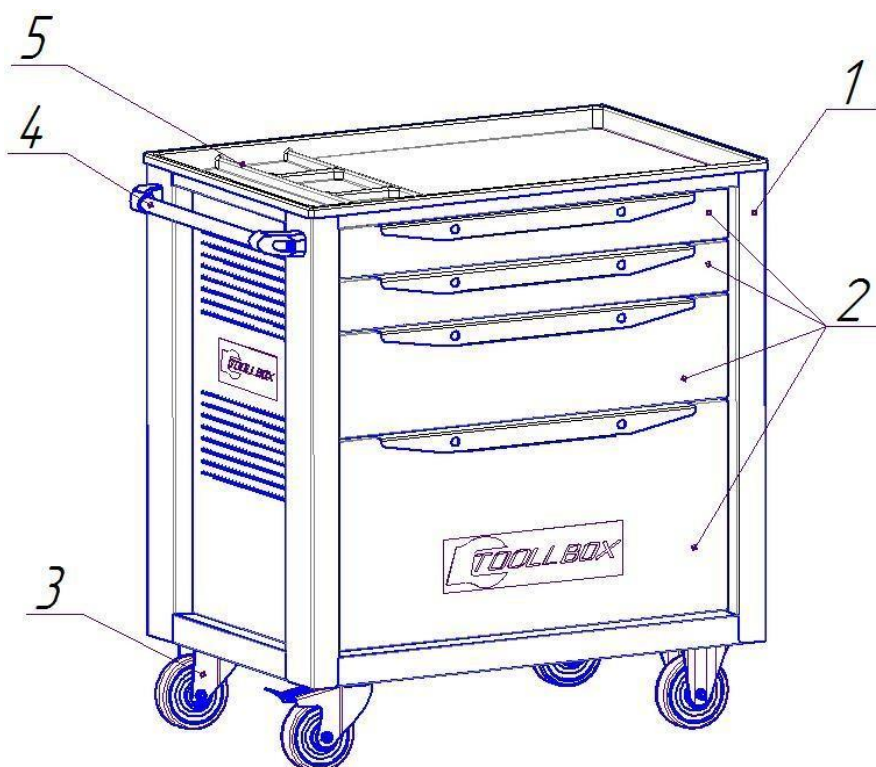

Рис. 1 Тележка инструментальная TBS-4
- 3.1. Тележка инструментальная (рис.1) состоит из металлического корпуса (поз.1), и выдвижных ящиков с ручками (поз.2). Ящики фиксируются с помощью механизма центрального замка и могут запираются на навесной замок.